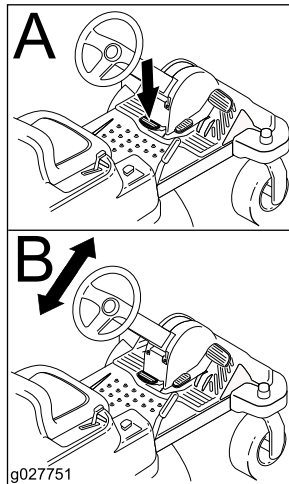

Figure 16
2. Positionnez le volant à la position voulue (Figure 16).